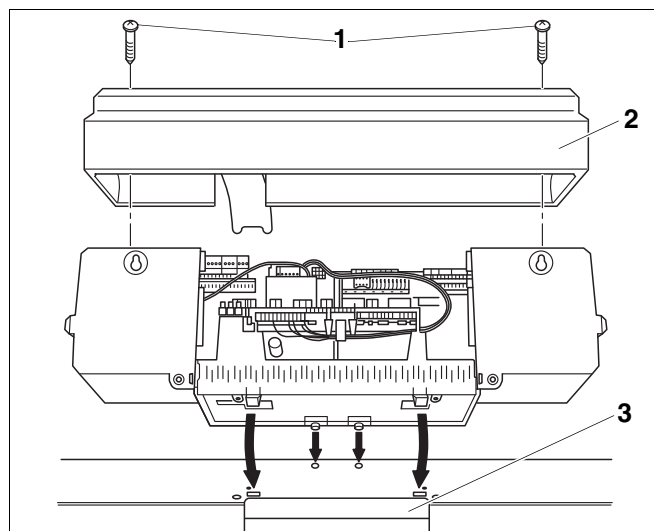

Рис. 15 Открытие и установка системы управления Logamatic 4000
- Выверните оба винта (Рис. 15, **поз. 1**) сверху из крышки клеммного щитка (Рис. 15, **поз. 2**) и снимите крышку.
- Слегка наклонив систему управления вперед, установите ее так, чтобы передние крюки вошли в овальные отверстия. Сдвиньте систему управления вперед и отклоните назад до защелкивания обоих упругих крюков справа и слева (по стрелкам - Рис. 15).
- Проведите капиллярные трубки через кабельный проход (Рис. 15, **поз. 3**) и разверните их на требуемую длину.
- Приверните систему управления двумя винтами сзади справа и слева в кабельном проходе (Рис. 15, **поз. 3**) к передней крышке котла.